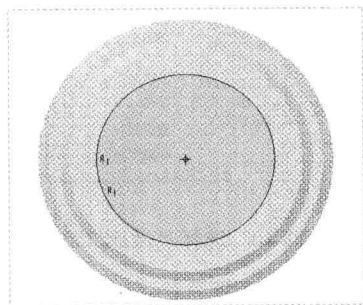

图 11-37 绘制截面
Step 08 进入草绘环境，并弹出“参考”对话框，在绘图区选择合适的参考，单击“关闭”按钮，单击“草绘”选项卡中的相应按钮，在绘图区绘制截面，如图 11-37 所示。